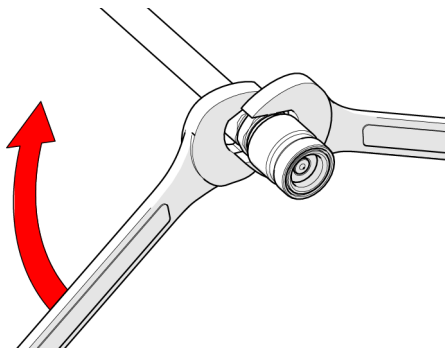

Abbildung 5-1 Trennen Sie die Schnellkupplung vom Schlauch.
- (1) Lösen Sie die Mutter mit einem 15-mm- und einem 16-mm-Schlüssel von der Verschraubung (siehe Abbildung 5-1 auf Seite 194).
- (2) Entfernen Sie den Schlauch von Hand aus der Verschraubung, indem Sie ihn drehen und abhebeln.